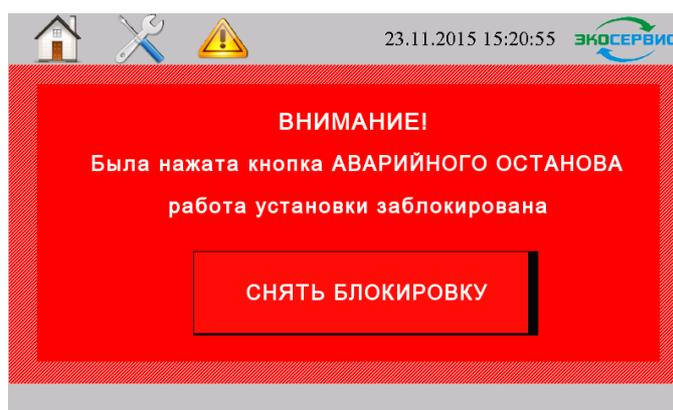

Рис.7.7. Экран блокировки
7.7. При возникновении аварийной ситуации, требующей немедленного останова оборудования следует нажать кнопку «Аварийный СТОП» на лицевой панели ПУ. При этом произойдет останов ВСЕХ электроагрегатов и закрытие электрокранов, на экране сенсорной панели появится окно блокировки (рис. 7.7)